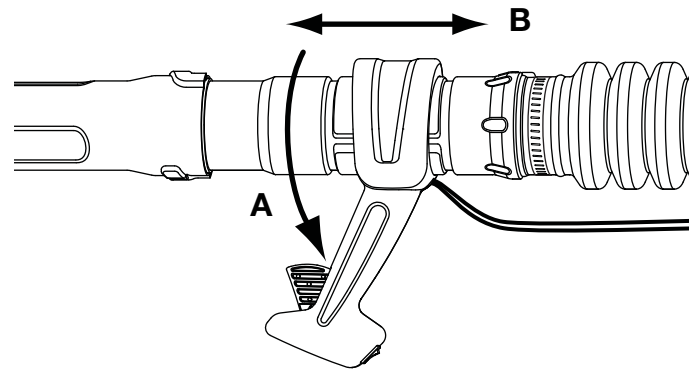

Fig. 7
1. Haga girar el mango de control del regulador en el sentido contrario a las agujas del reloj alrededor del tubo de la sopladora hasta que apunte directamente hacia abajo (Fig. 7, A).
2. Tire del mango de control del regulador o empújelo a lo largo del tubo de la manija hasta que quede a una distancia cómoda de la sopladora de mochila (Fig. 7, B).